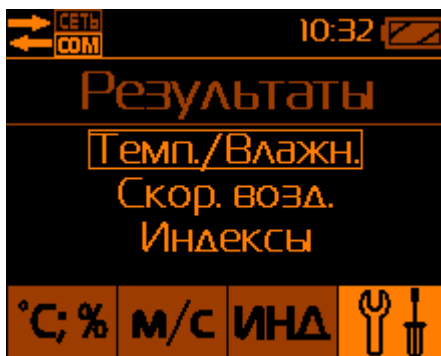

Рис.23 – Выбор типа результатов записанных в память БОИ-01 для просмотра
**2.7.1. Просмотр результатов измерений, хранящихся в памяти блока отображения информации** осуществляется выбором пункта меню «Результаты» в меню Настроек, внутри которого с помощью кнопок «▲» или «▼» осуществляется выбор для просмотра записанных в память прибора значений температуры/влажности, или скорости воздуха, или дополнительных климатических параметров (пункт «Индексы») (см. пп. 2.4.5, 2.5.1 и 2.6, Рис.23).